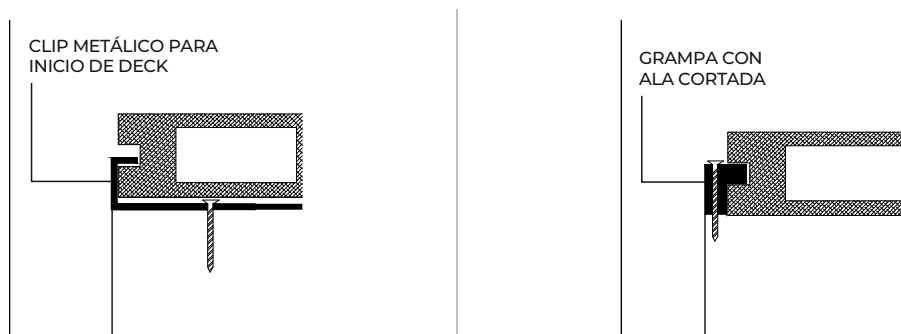

Figura 2
- A) Se coloca la primera tabla atornillándola a la clavadera con un tornillo a 45° en el lateral o utilizando un clip metálico de inicio. (Ver figura 2)